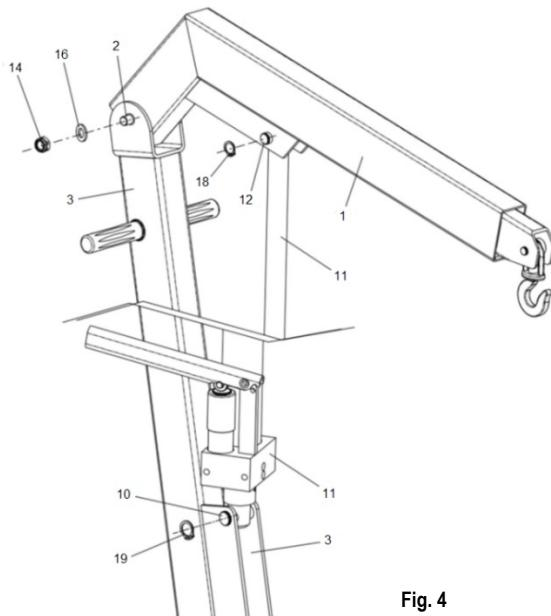

Fig. 4
3. Montar o braço (1 – Fig. 4) com a estrutura (3 – Fig. 4) utilizando o perno de fixação (2 – Fig. 4), a porca (14 – Fig. 4) e a gaxeta (16 – Fig. 4).
Montar o conjunto do cilindro (1 – Fig. 4) com a estrutura (3 – Fig. 4) utilizando o perno de fixação (10 – Fig. 4), e o anel de segurança (19 – Fig. 4).
Montar o conjunto do cilindro (11 – Fig. 4) com o braço (1 – Fig. 4) utilizando o perno de fixação (12 – Fig. 4), e o anel de segurança (18 – Fig. 4).